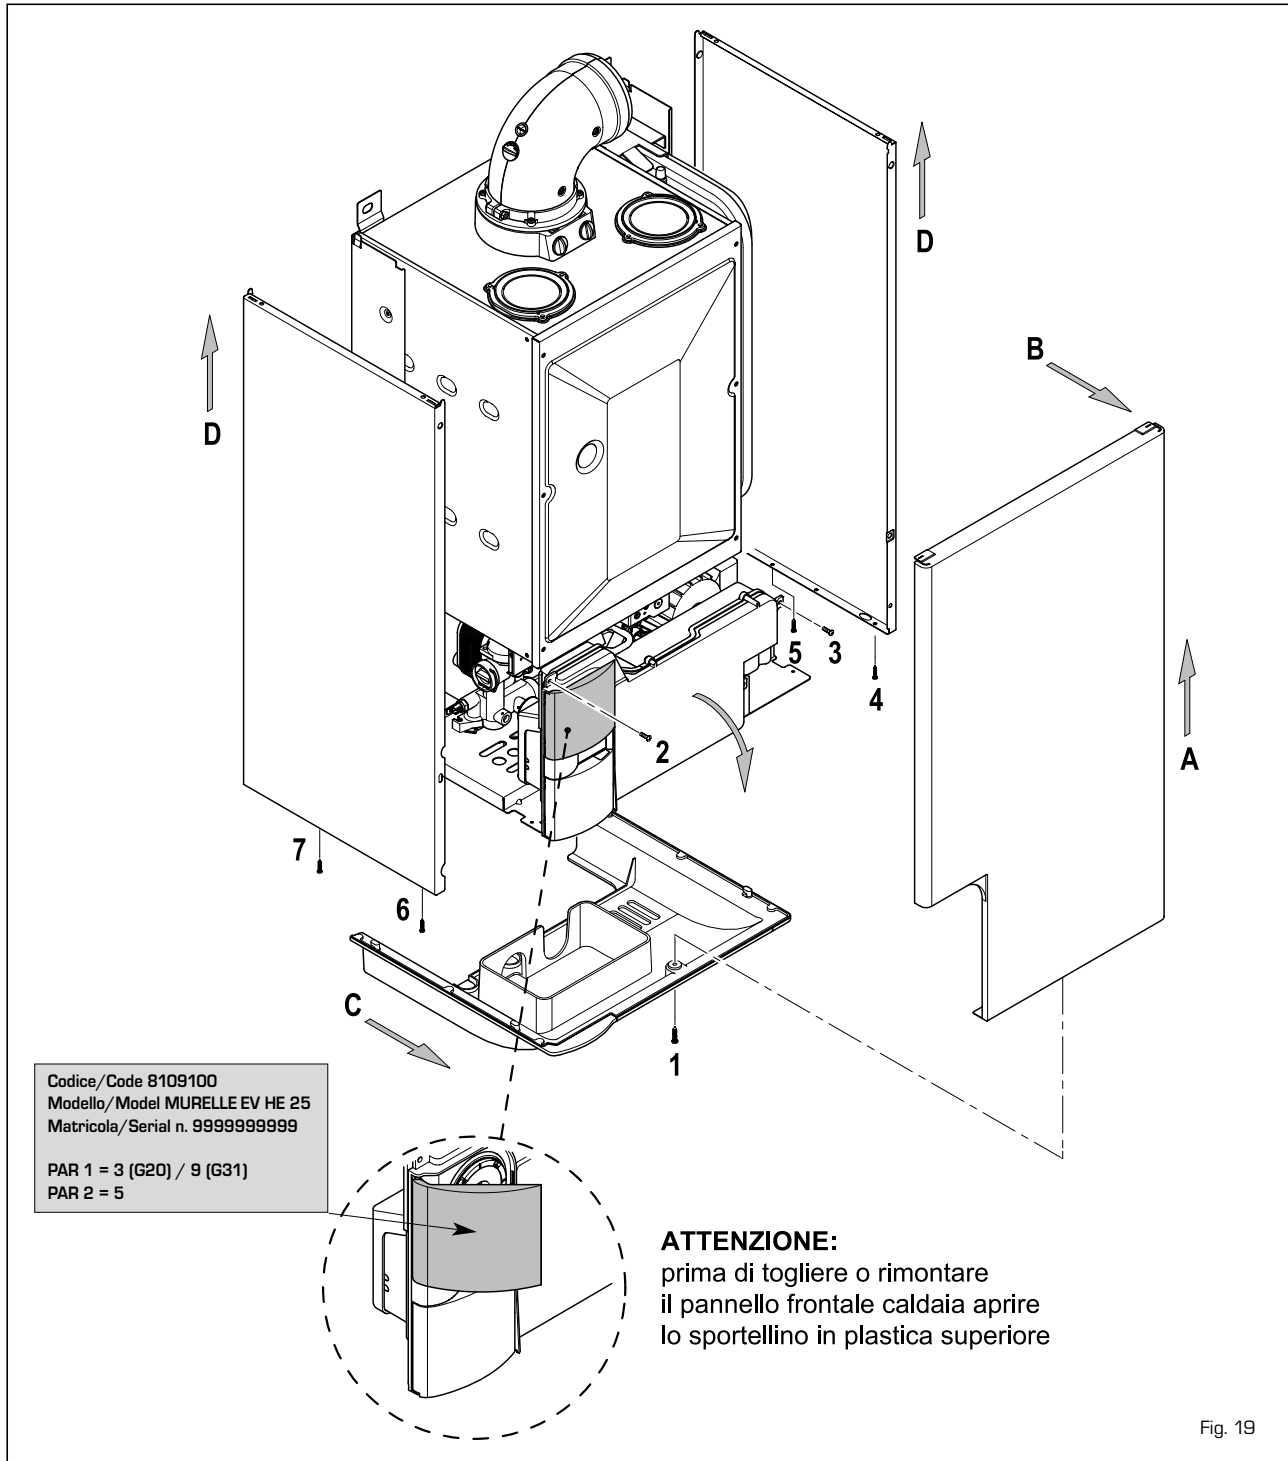

Fig. 19
4.4 SMONTAGGIO MANTELLO (fig. 19)
Per una facile manutenzione della caldaia è possibile smontare completamente il mantello come indicato nella fig. 19.